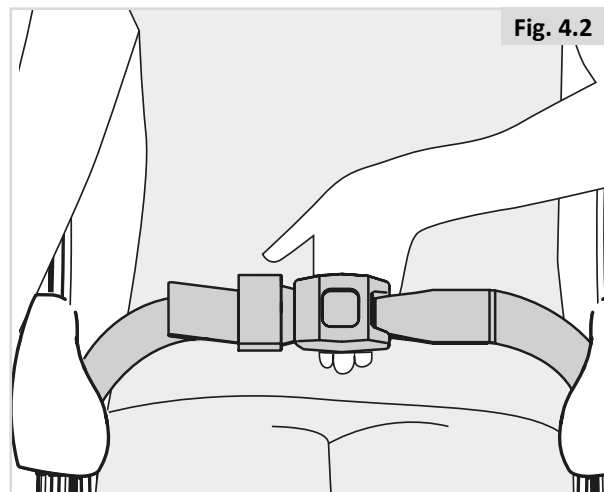

Fig. 4.2
- Hofteselen justeres efter behov, men for at opnå maksimal komfort og sikkerhed må der højst være plads til at føre en flad hånd ind mellem selen og kroppen, (Fig. 4.2).